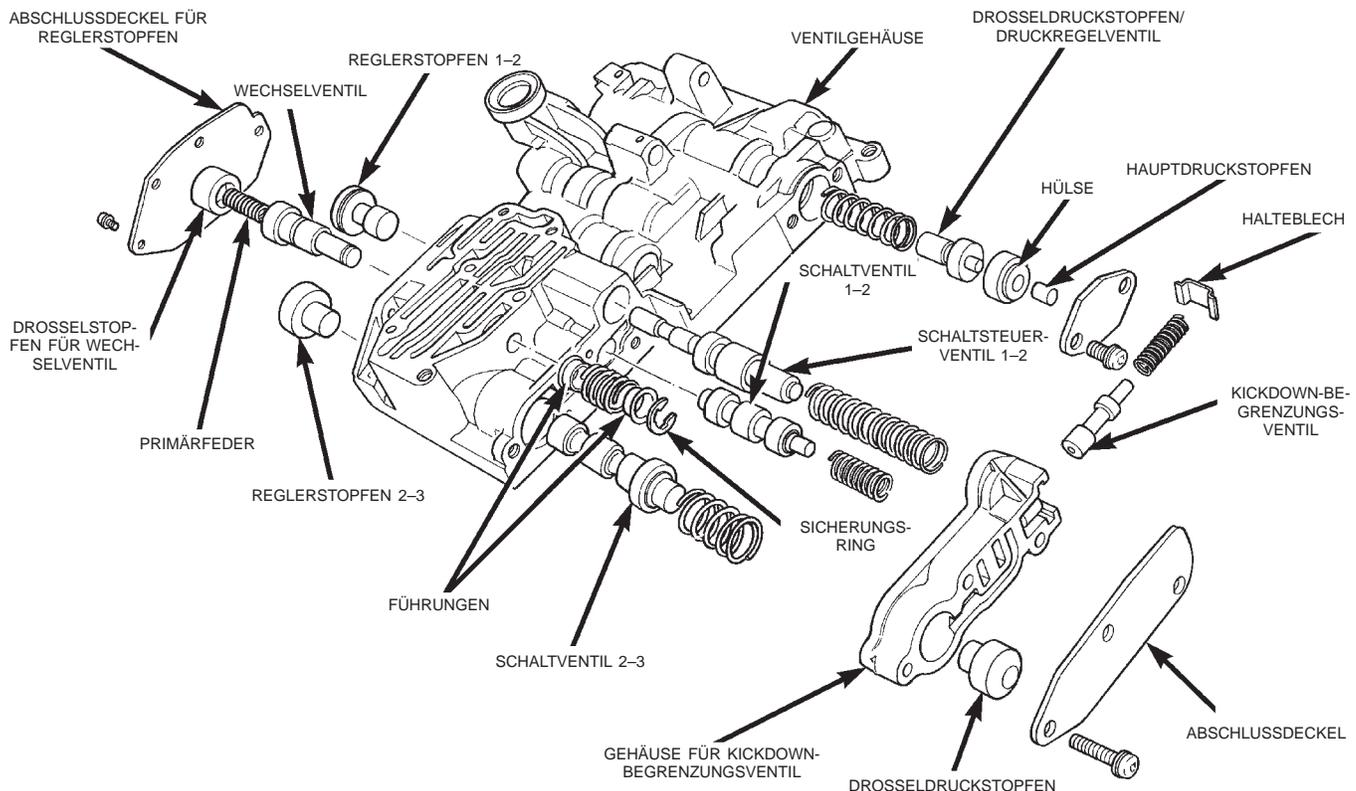

Abb. 53 Steuerventile, Schaltventile und Reglerstopfen
(23) Deckel vom Reglerstopfen abbauen (Abb. 53).
(24) Reglerstopfen für Schaltventile 1-2 und 2-3 aus dem Ventilgehäuse ausbauen (Abb. 53).
(25) Drosselstopfen für Wechselventil, Primärfeder und Wechselventil aus dem Ventilgehäuse ausbauen (Abb. 53).
(26) Die Schrauben herausdrehen, mit denen das Gehäuse des Kickdown-Begrenzungsventils am Ventilgehäuse befestigt ist (Abb. 53).
(27) Schaltsteuerventil 1-2 mit Feder aus dem Ventilgehäuse ausbauen (Abb. 53).
(28) Schaltventil 2-3 mit Feder aus dem Ventilgehäuse ausbauen (Abb. 53).
(29) Schaltventil 1-2 mit Feder aus dem Ventilgehäuse ausbauen (Abb. 53).
(30) Drosseldruckstopfen aus dem Gehäuse des Kickdown-Begrenzungsventils nehmen (Abb. 53).
(31) Halteblech am Ende des Gehäuses/Kickdown-Begrenzungsventil ausbauen (Abb. 53).
(32) Kickdown-Begrenzungsventil mit Feder aus dem Gehäuse nehmen (Abb. 53).
(33) Abschlußdeckel des Druckregelventils vom Ventilgehäuse abbauen (Abb. 53).
(34) Hauptdruckstopfen/Druckregelventil, Druckstopfenhülse, Drosseldruckstopfen/Druckregelventil mit Feder ausbauen (Abb. 53).
(1) Ventilschieber, Federn und Gehäusebohrungen mit sauberer Getriebeflüssigkeit Mopar® ATF Plus 3, Typ 7176 schmieren.
(2) Hauptdruckstopfen/Druckregelventil, Druckstopfenhülse, Drosseldruckstopfen/Druckregelventil mit Feder in das Ventilgehäuse einbauen (Abb. 53). Nachprüfen, ob die Einzelteile ungehindert beweglich sind.
(3) Abschlußdeckel für Druckregelventil am Ventilgehäuse montieren (Abb. 53).
(4) Kickdown-Begrenzungsventil mit Feder in das Gehäuse des Kickdown-Begrenzungsventils einbauen (Abb. 53). Nachprüfen, ob die Einzelteile ungehindert beweglich sind.
(5) Feder in Gehäuse des Kickdown-Begrenzungsventils einspannen.
(6) Halteblech in die Nuten am Ende des Gehäuses/Kickdown-Begrenzungsventil einsetzen (Abb. 53).
(7) Drosseldruckstopfen in Gehäuse des Kickdown-Begrenzungsventils einbauen (Abb. 53).
(8) Schaltventil 1-2 mit Feder in das Ventilgehäuse einbauen (Abb. 53).
(9) Schaltventil 2-3 mit Feder in das Ventilgehäuse einbauen (Abb. 53).
(10) Schaltsteuerventil 1-2 mit Feder in das Ventilgehäuse einbauen (Abb. 53).
(11) Nachprüfen, ob die Einzelteile ungehindert beweglich sind.
(12) Gehäuse des Kickdown-Begrenzungsventils mit Abschlußdeckel am Ventilgehäuse ansetzen und Federn spannen (Abb. 53).
(13) Die Schrauben eindrehen, mit denen das Gehäuse des Kickdown-Begrenzungsventils am Ventilgehäuse befestigt wird (Abb. 53).
(14) Drosselstopfen/Wechselventil, Primärfeder und Wechselventil in das Ventilgehäuse einbauen (Abb. 53). Nachprüfen, ob die Einzelteile ungehindert beweglich sind.
(15) Reglerstopfen für die Schaltventile 1-2 und 2-3 in das Ventilgehäuse einbauen (Abb. 53). Nachprüfen, ob die Einzelteile ungehindert beweglich sind.
(16) Abschlußdeckel für Reglerstopfen am Ventilgehäuse ansetzen und Feder spannen.
(17) Die Schrauben eindrehen, mit denen der Reglerstopfen-Abschlußdeckel am Ventilgehäuse befestigt wird (Abb. 53).
(18) Wechselventilfeder und Führungen zusammensetzen (Abb. 53). Feder und Führungen in Einbaulage auf dem Schaft des Wechselventils anordnen.